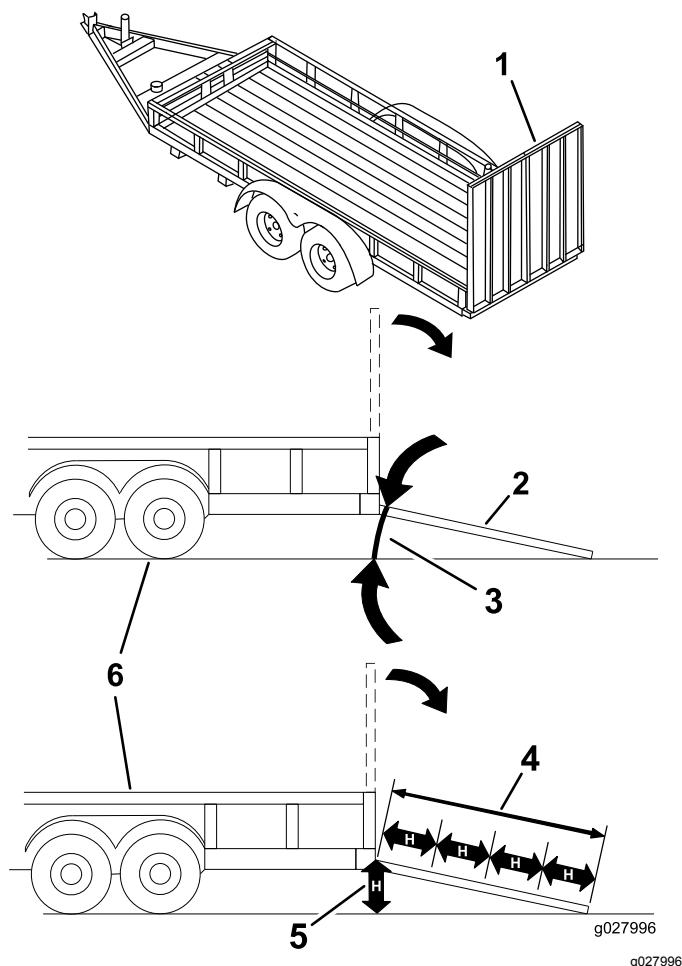

Figure 31
Le chargement de la machine sur une remorque ou un camion augmente le risque de basculement et donc de blessures graves ou mortelles (Figure 31).
3. Abaissez la rampe pour que l'angle avec le sol ne dépasse pas 15 degrés (Figure 31).
1. Abaissez la rampe pour que l'angle avec le sol ne dépasse pas 15 degrés (Figure 31).